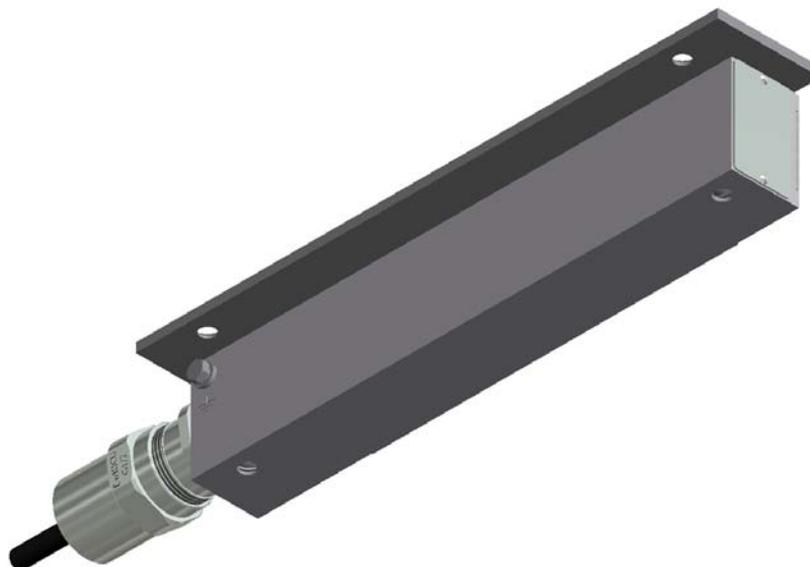
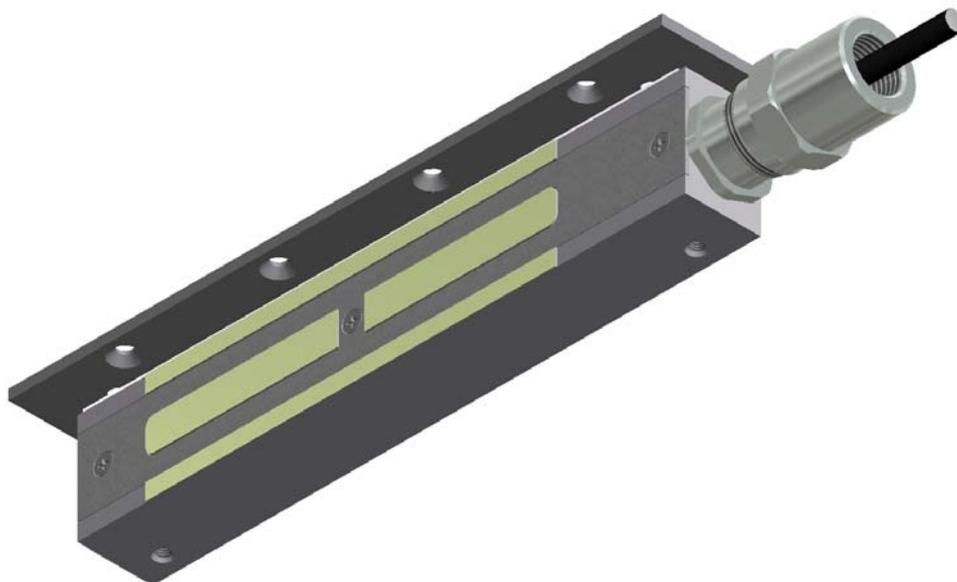

Рис.2 Вариант 1 установки корпуса замка на пластине без планки
Рис.3 Вариант 2 установки корпуса замка на пластине с планкой
5.5 Пластина (7) предназначена для крепления корпуса на широких дверных коробках (Рис.2, 3) Для варианта 1 (Рис.2) крепление корпусной части через пластину может выполняться без планки (2). Для варианта 2 (Рис.3) установка планки (2) обязательна для исключения удара торца якоря о кромку пластины (7).